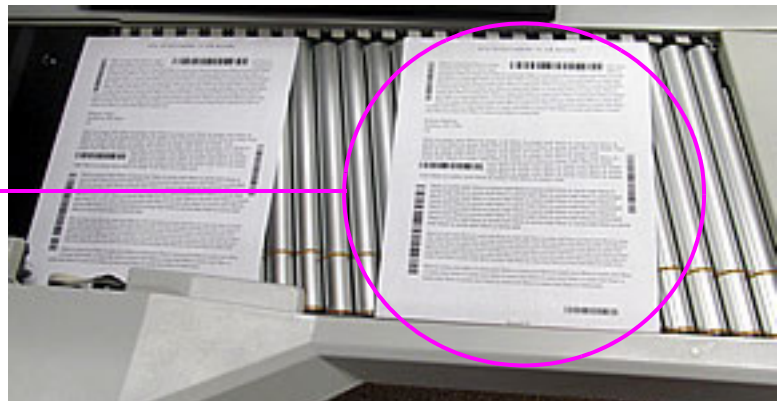

Figura 3-30: Zona ideal para soltar elementos
3. Coloque el primer artículo en el transportador como se muestra en Figura 3-30. El artículo pasará por el escáner y mostrará una imagen en miniatura en la pantalla de ejecución y una imagen más grande del artículo aparecerá en la ventana del visor de imágenes.